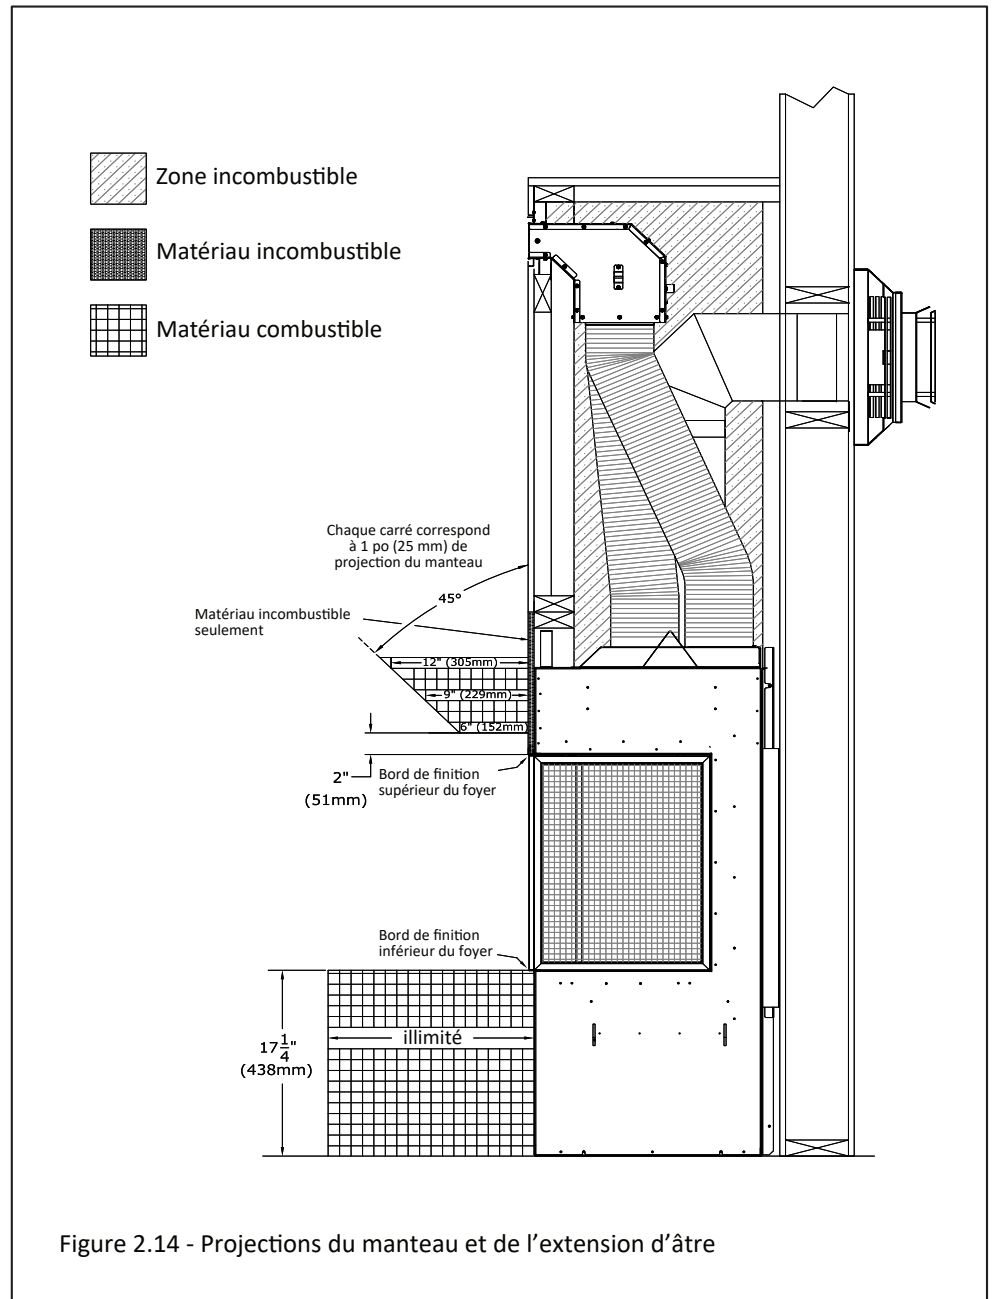

Figure 2.14 - Projections du manteau et de l'extension d'âtre
- **Projection du manteau combustible:** Comme la Figure 2.14 l'indique, un manteau ayant 6 po (152 mm) de projection maximum peut commencer à 2 po (51 mm) au-dessus des bords de finition supérieurs situés à l'avant et au côté du foyer. La projection du manteau peut augmenter de 1 po (25 mm) pour chaque pouce (25 mm) de hauteur additionnelle, à partir d'un manteau de 6 po (152 mm).
- **Extension d'âtre combustible:** Une extension d'âtre combustible peut avoir une projection illimitée et peut être surélevée jusqu'au bord de finition inférieur du foyer. Voir la Figure 2.14.